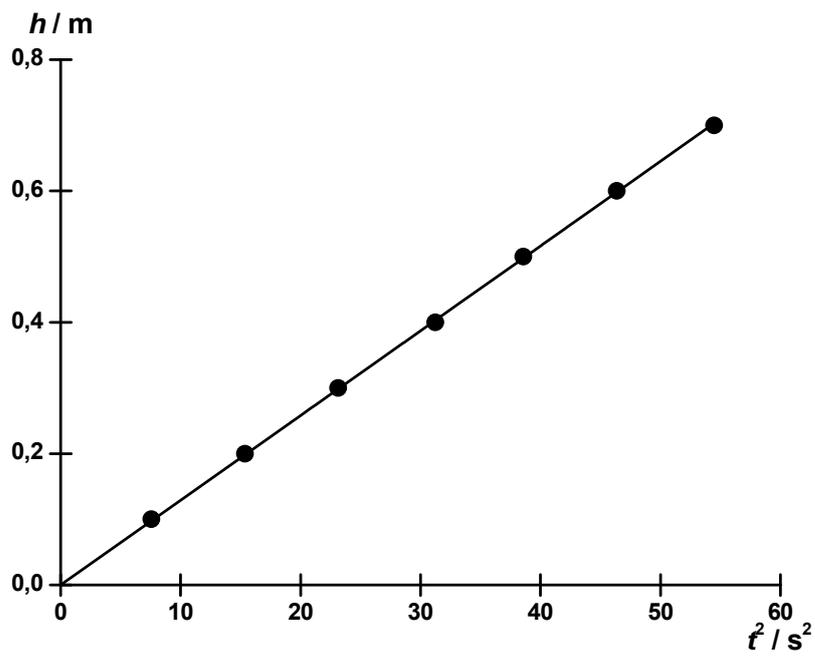

Fig. 2 : Diagramme $h(t^2)$.
- Appliquez la hauteur de chute h en fonction du carré du temps de chute t^2 (fig. 2). D'après